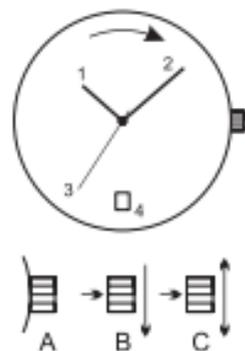

рис. 9
**Внимание!** Установка и корректировка времени осуществляется путем вращения заводной головки таким образом, чтобы стрелки осуществляли движение вперед (по ходу движения часовой стрелки, смотрите рис. 9). В этой позиции, вращая головку, вы устанавливаете нужное время (до/после полудня). При этом секундная стрелка **(3)** останавливается, что позволяет осуществлять синхронизацию Ваших часов с сигналом точного времени.
Для установки или коррекции даты вытяните заводную головку в положение (С). Вращая заводную головку по часовой стрелке (рис. 9) добейтесь смены даты. Выставьте стрелки на 6:00. Переведите головку в положение (В) и установите необходимую дату (\*1). В положении (С) установите нужное Вам время. Переведите головку в положение (А).